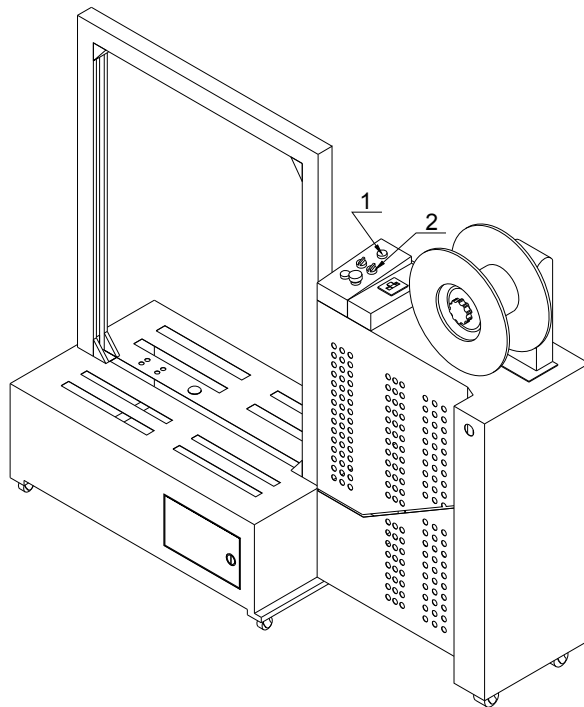

图 3-9
在连接电源前，请先检查机器电源开关是否被关闭（图 3-9 位置 1），有无其它物品在工作台上。
- 4) 电源开关必须安置在安全位置（图 3-9 位置 1）。
- 3) 按手动送带按钮看包装带流动是否畅通（图 3-9 位置 2）